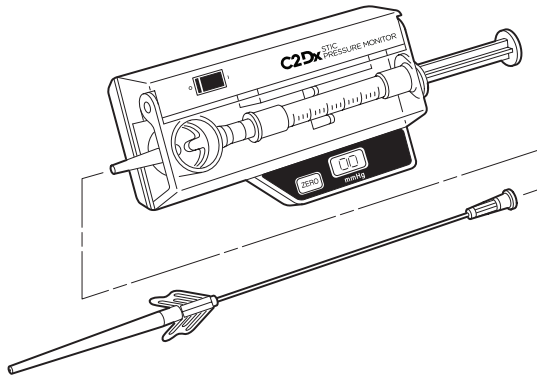

図4
3. スリットカテーテルをテーパースタイルチャンバーステムに取り付けます。かみ合いが非常にぴったりしていることを確認します。図4を参照してください。